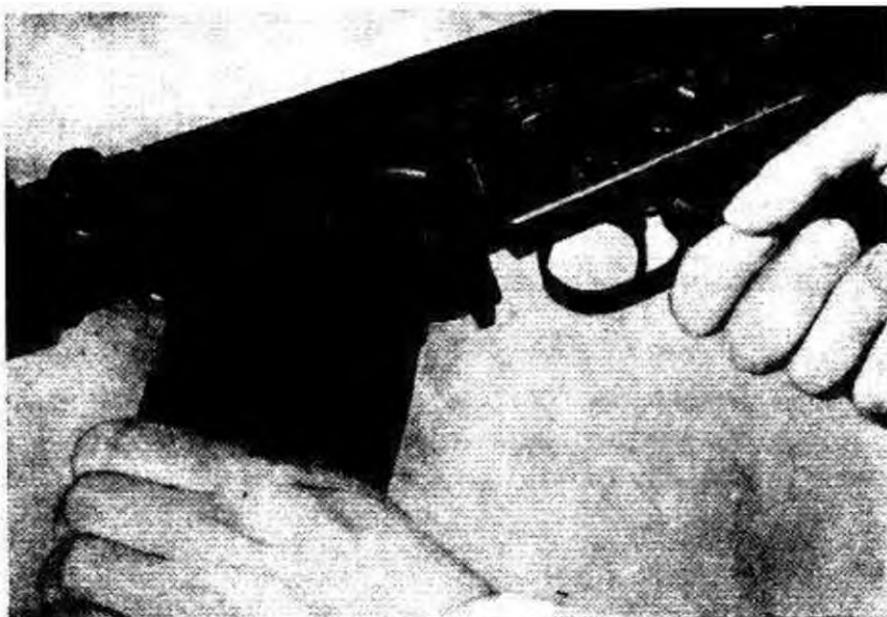

Рисунок. 5.4 – Під'єднання магазину до гвинтівки
- 1) вставте передній край заповненого магазину в корпус гвинтівки (рисунок 5.4);